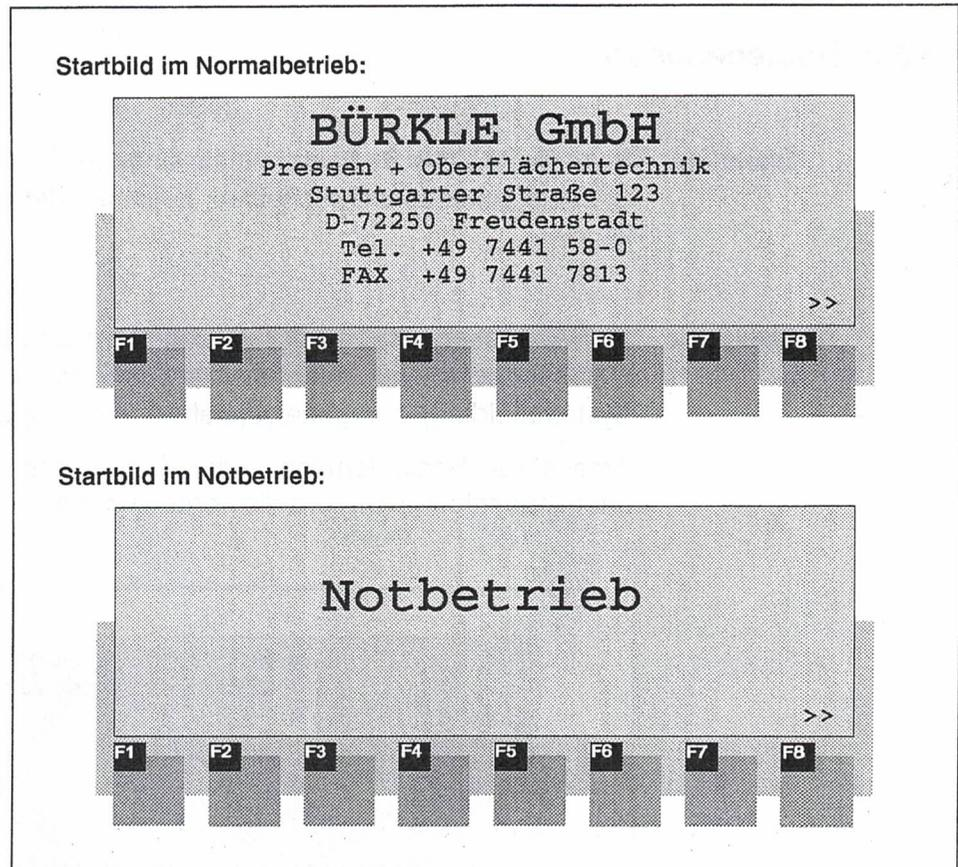

Abbildung 1-8 Startbild1
**Bildebene** Das Bedienterminal wechselt nach dem Anlauf automatisch von der Meldeebene in die Bildebene (Bearbeitungsebene) und ruft das Startbild auf (siehe Abbildung 1-8).